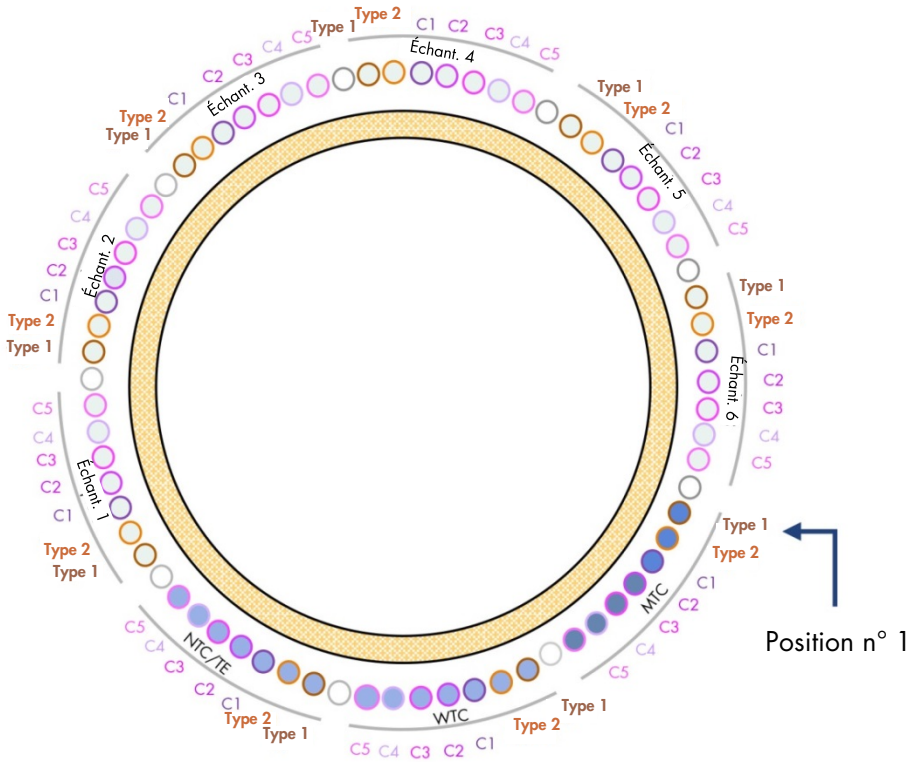

Figure 5. Configuration du rotor pour une expérience avec le kit *ipsogen* CALR RGQ PCR.
Les schémas indiqués à la Figure 4 et à la Figure 5 fournissent une illustration de la configuration du bloc de chargement et du rotor pour une expérience optimisée avec le kit *ipsogen* CARL RGQ PCR.
2. Remplir le rotor avec les tubes en barrettes conformément aux positions attribuées, en commençant par la position 1, comme indiqué sur la Figure 5, et en plaçant des tubes en barrettes vides et bouchés dans toutes les positions non utilisées.
Remarque : veiller à ce que le premier tube soit inséré en position 1 et que l'orientation et la position des tubes en barrettes soient correctes, comme indiqué sur la Figure 4 et la Figure 5.
Remarque : toujours garder le mélange réactionnel de TYPE 1 et les trois contrôles (MTC, WTC, NTC) dans les positions 1, 9 et 17, pour que l'optimisation de l'augmentation (effectuée sur le tube en position 1) soit toujours réalisée avec la même amplification (voir Figure 4 et Figure 5).